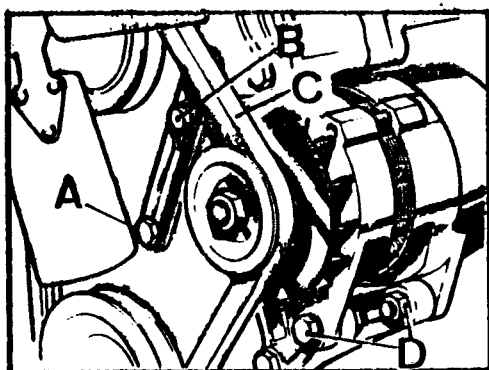

Fig. A3-17 Desmontaje del alternador
- 1.4. Aflojar el tornillo, A (Fig. A3-17) del tensor y desmontar el, B, que fija - dicho tensor con el alternador.
- 1.5. Pivotar el alternador hacia el motor y desconectar la correa, C (Fig. A3-17) de su polea.
- 1.6. Desmontar los tornillos y tuercas, D (Fig. A3-17), que fijan el alternador al soporte y extraer dicho alternador.
- 1.3. Aflojar el tornillo del tensor, B (Fig. A3-17); pivotar el alternador hacia el motor y desconectar la correa de accionamiento.